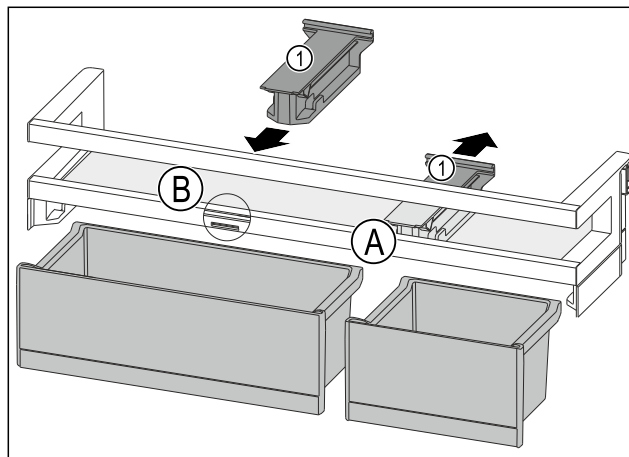

Fig. 157
- Tirare l'elemento di tenuta Fig. 157 (1) all'indietro per portarlo in posizione Fig. 157 (A).
- Inserire l'elemento di tenuta *Fig. 157 (1)* in posizione *Fig. 157 (B)*.